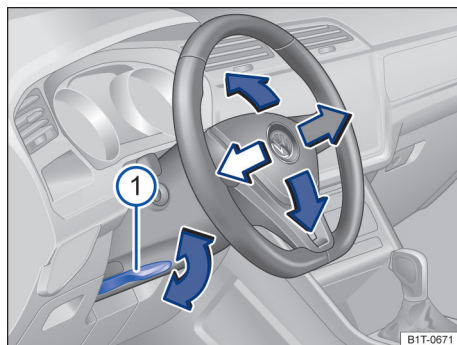

Fig. 66 Debaixo do volante no revestimento da coluna de direção: alavanca para o ajuste mecânico da posição do volante.
- Virar a alavanca → Fig. 66  para baixo.
- Virar a alavanca → Fig. 66 ① sempre com firmeza para cima após o ajuste, para que o volante não mude de posição involuntariamente durante a condução.